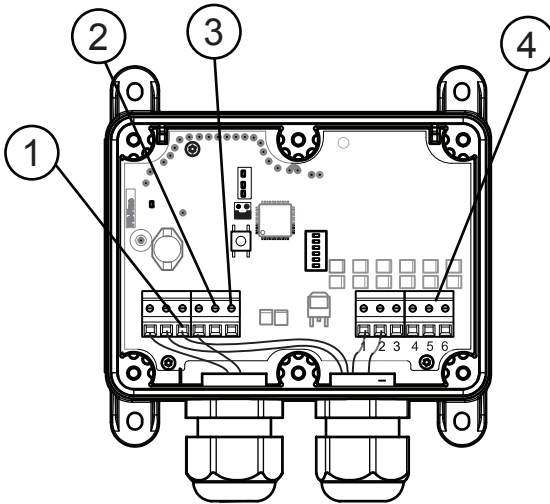

Abb. 5. Sesam 800 RXM 12/24 V DC für Winde im Forstbetrieb ohne Kabel
- 12/24 V DC Stromanschluss (siehe ② in Abb. 5).
- Masse, 0V (-) (siehe ① in Abb. 5).